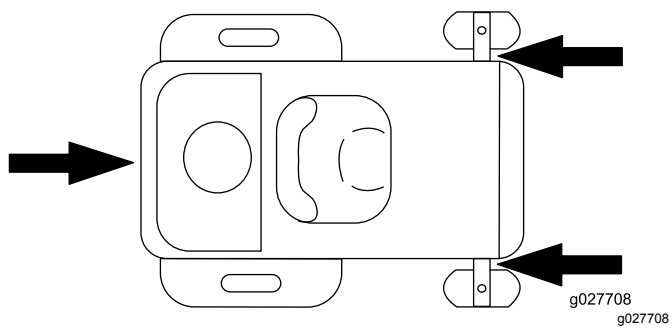

Figura 33
6. Ancorate la macchina vicino alle ruote orientabili anteriori e al paraurti posteriore con cinghie, catene, cavi o funi (Figura 33). Fate riferimento ai regolamenti locali per conoscere i requisiti di ancoraggio.